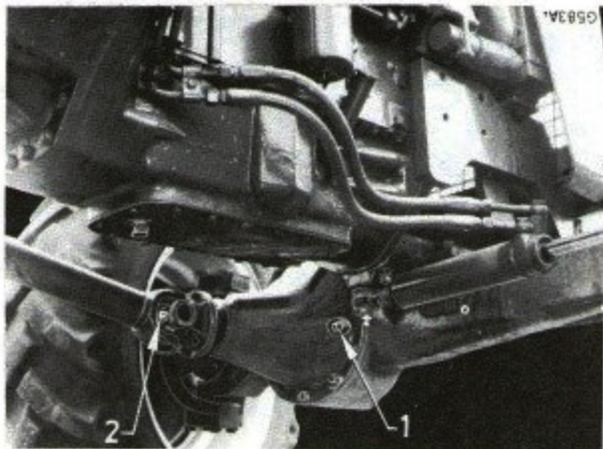

Fig. 78
Faites le plein d'huile de qualité recommandée jusqu'à ce que le niveau soit à hauteur du bouchon de remplissage (1) Fig. 78. Remettez le bouchon en place avec un nouveau joint.